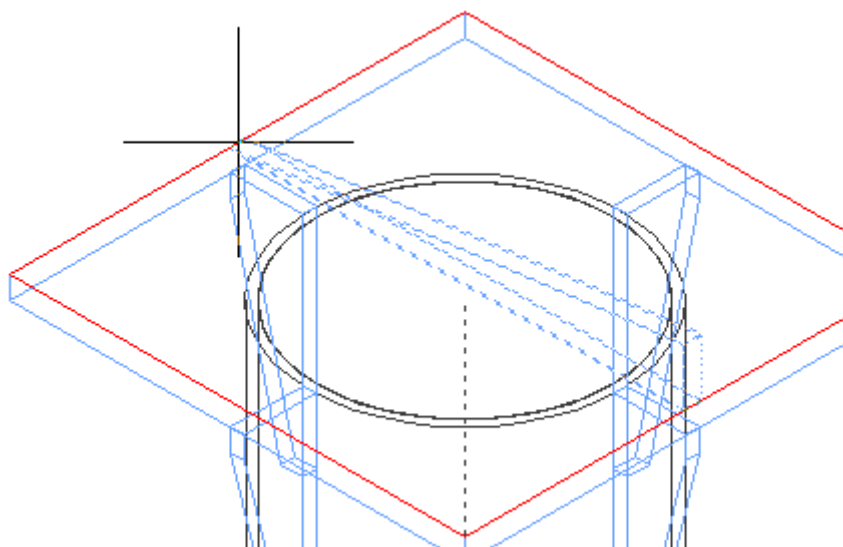

Рисунок 57
- Привязаться к середине грани верхнего листа (Рисунок 57). Не подтверждать.
- Привязаться к верхнему листу меньшей колонны, как показано на Рисунок 57.